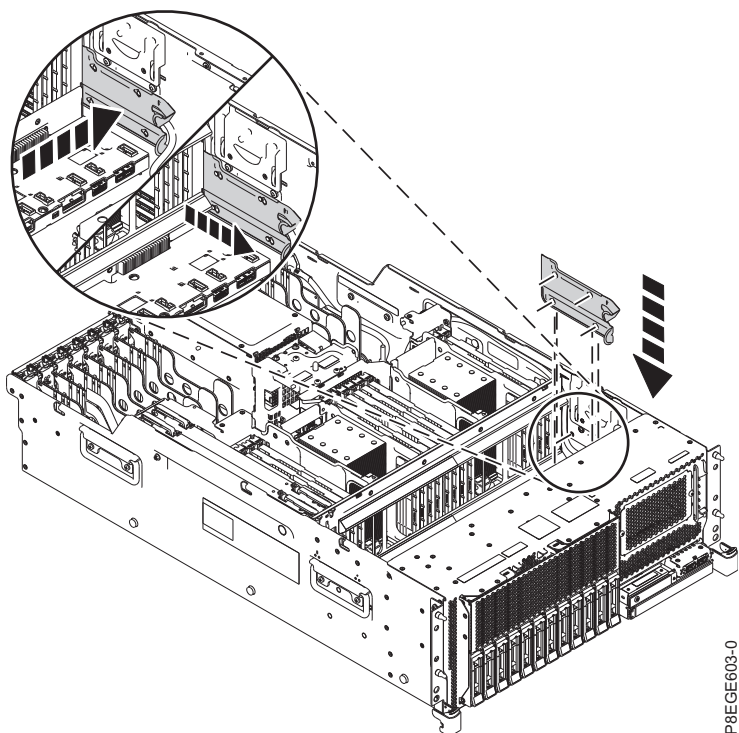

Figura 4. Recolocando a tampa do cabo USB
5. Recoloque a tampa do cabo USB, inserindo os slots na tampa sobre os pinos no chassi. Segure na alça superior da tampa e puxe-a na direção da parte frontal do sistema. Puxe a tampa para frente até que os slots entrem nos pinos e a alça superior da tampa seja travada. Veja a Figura 4.